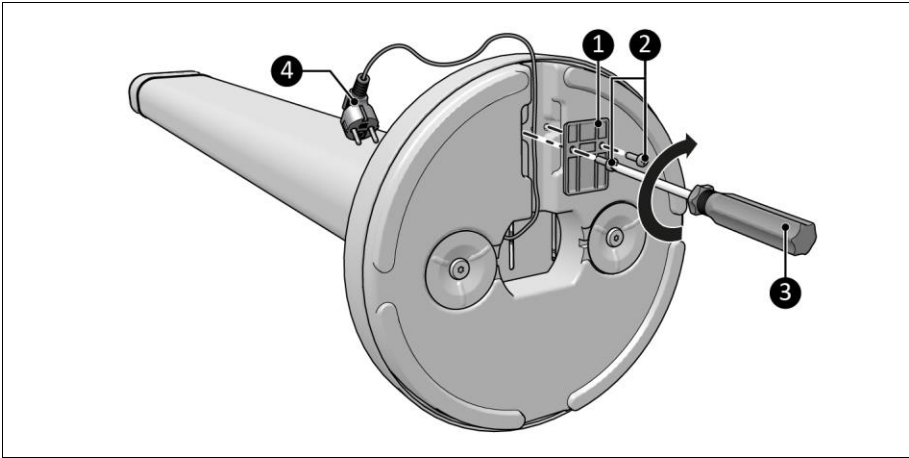

Figure 7
5. Disposez le cordon d'alimentation dans l'espace prévu (Figure 7).
6. Placez le couvercle (Figure 7, pos. 1) sur l'espace du cordon et fixez-le au socle avec les vis (Figure 7, pos. 2) et un tournevis Phillips (Figure 7, pos. 3).